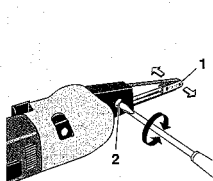

Fig. 5
3. Justierschraube 2 (Fig. 5) nach links bzw. rechts drehen bis das Band auf der Spannrolle (1) zentriert läuft.